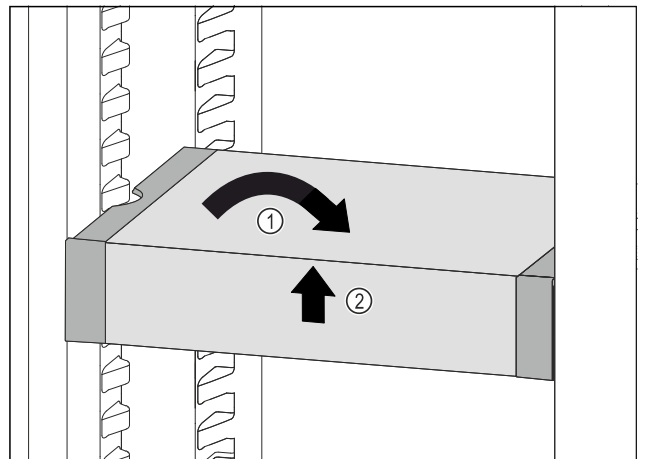

Fig. 32
- Collocare VarioSafe in maniera dritta. Fig. 32 (1)
- Sollevare VarioSafe dal lato anteriore. Fig. 32 (2)